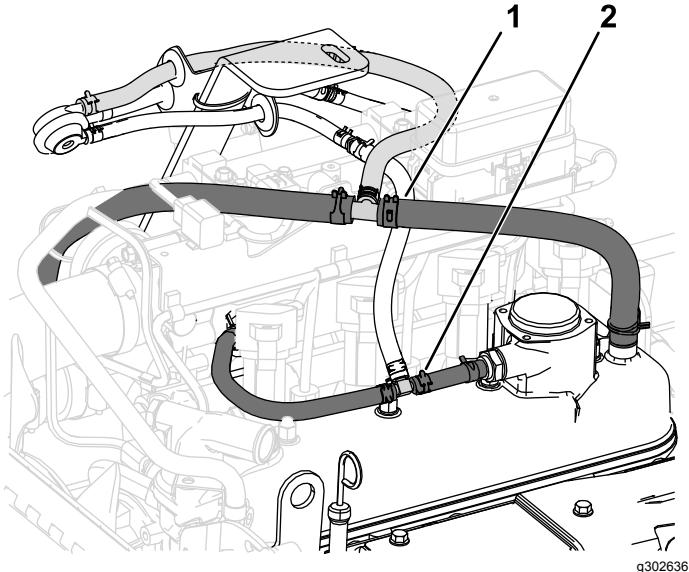

Figura 7
6. Conecte los extremos de ¼" del acoplamiento en T a los extremos cortados de la manguera de PCV con abrazaderas (½"), como se muestra en la Figura 7.
8. Conecte los extremos de ½" del acoplamiento en T a los extremos cortados de la manguera de vacío con abrazaderas (13/16"), como se muestra en la Figura 7.